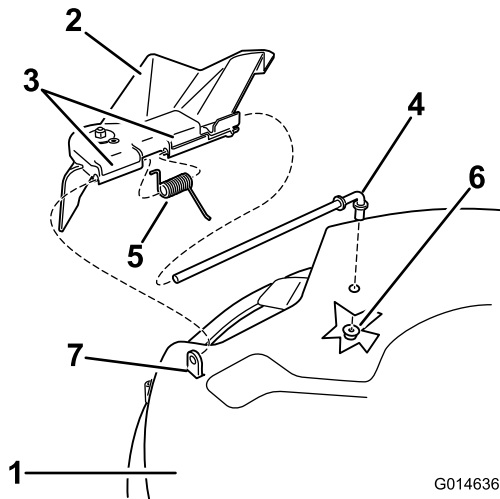
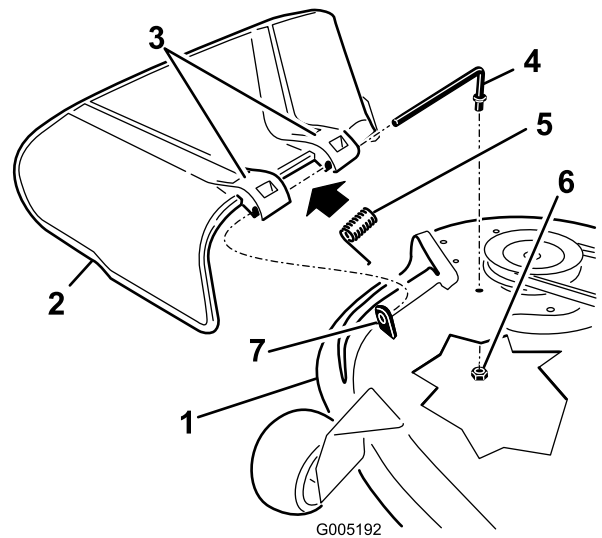

Figura 73
Figura 74
1. Togliete il dado (3/8") dall'asta sottostante il tosaerba (Figura 73 e Figura 74).
2. Estraete l'asta dal distanziatore corto, dalla molla e dal deflettore dell'erba (Figura 73 e Figura 74).
4. Sostituite il deflettore dell'erba tagliata (Figura 73 e Figura 74).
7. Fate scorrere l'asta attraverso la seconda staffa del deflettore dell'erba (Figura 73 e Figura 74).
9. Fissate l'estremità posteriore dell'asta nel tosaerba con un dado (3/8"), come mostrato nella Figura 73 e nella Figura 74.